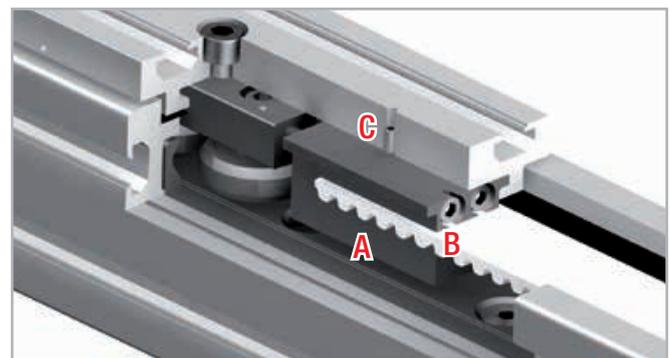

Fig. 15
1. Desparafusar os parafusos de segurança C (no topo da placa do cursor) do dispositivo de tensionamento da correia A (ver fig. 15).